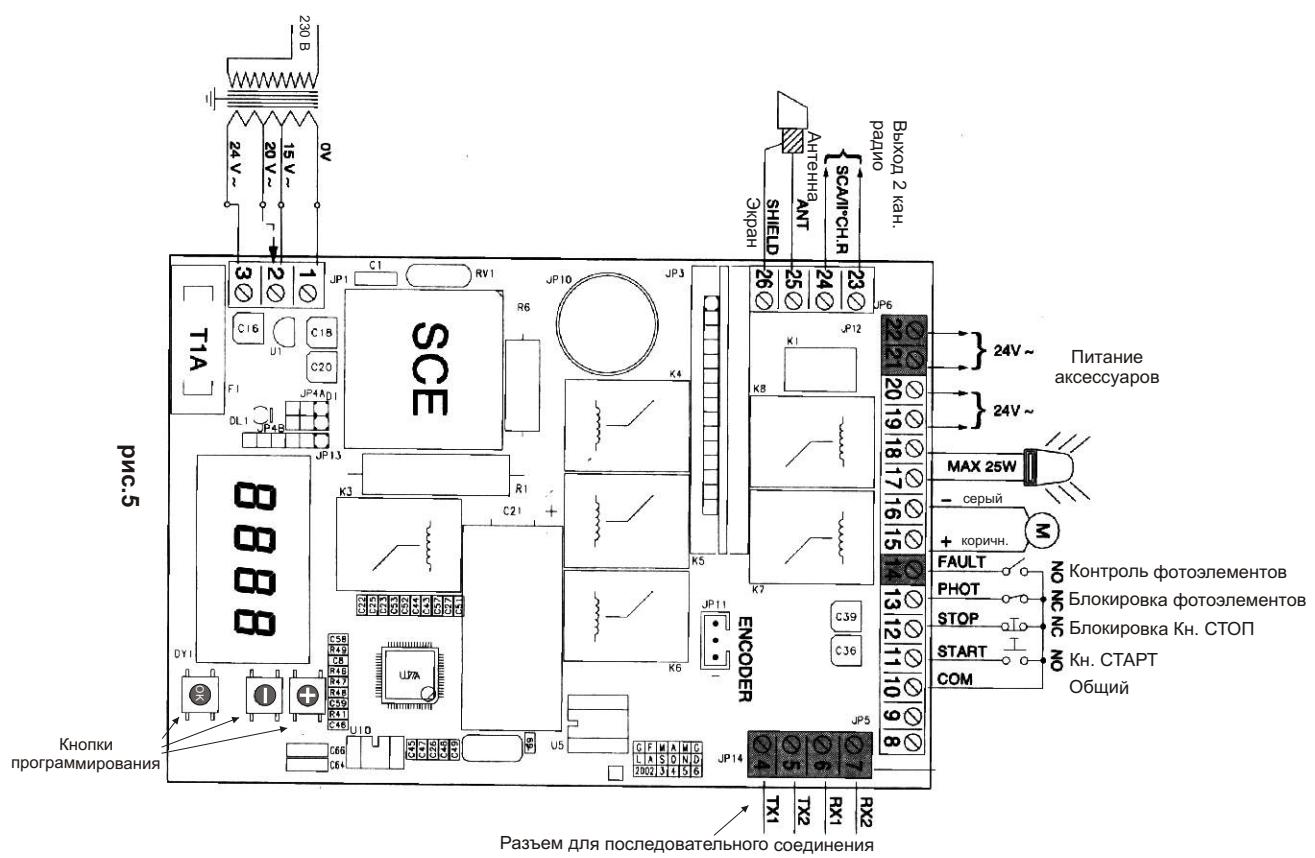

рис.5
3.2. Блок управления SCE-MA (рис. 5)
5.1. Подсоединения к клеммам (рис. 5).
- 10-14....Вход н.о. для фотоэлементов н.о. проверочных (рис. 5). Используется только в платах SCE-MA, SCE-MA S.